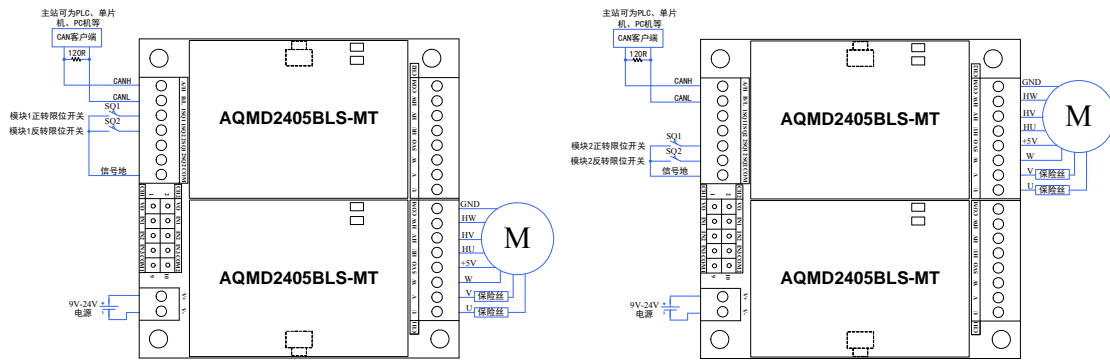

图 3.6 模块 1（图左）/模块 2（图右）CAN 通讯电源及电机接线图
- 6) 若主站/客户端为CAN设备，CAN主站/客户端与驱动器的 485/CAN接口按照 CANH-CANH、CANL-CANL的方式连接，并且CAN总线上至少要并联一个 120Ω 的电阻才能正常通讯，如图 3.6 所示，然后接通电源（注意：电源的电压与电机的额定电压一致，且能够提供的电流大于电机的额定电流）。